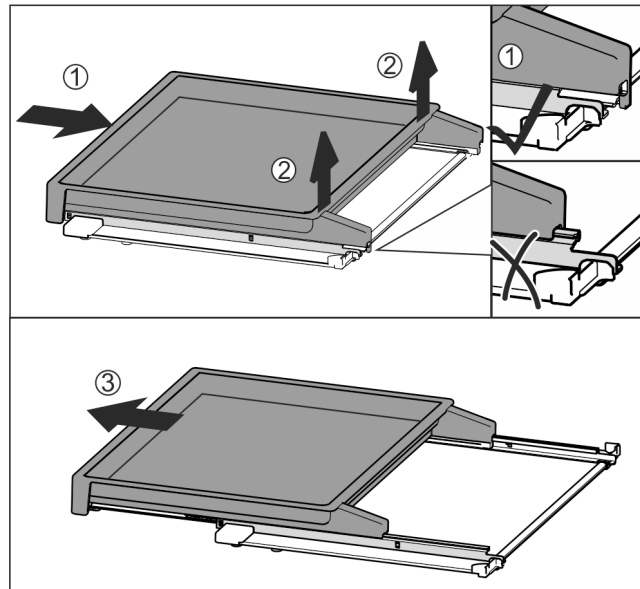

Fig. 50
- ▶ Auszugsbord vollständig einschieben Fig. 50 (1).
- ▶ Verrastung an hinterer Seite lösen Fig. 50 (2).
- ▶ Auszugsbord nach vorne herausnehmen Fig. 50 (3).